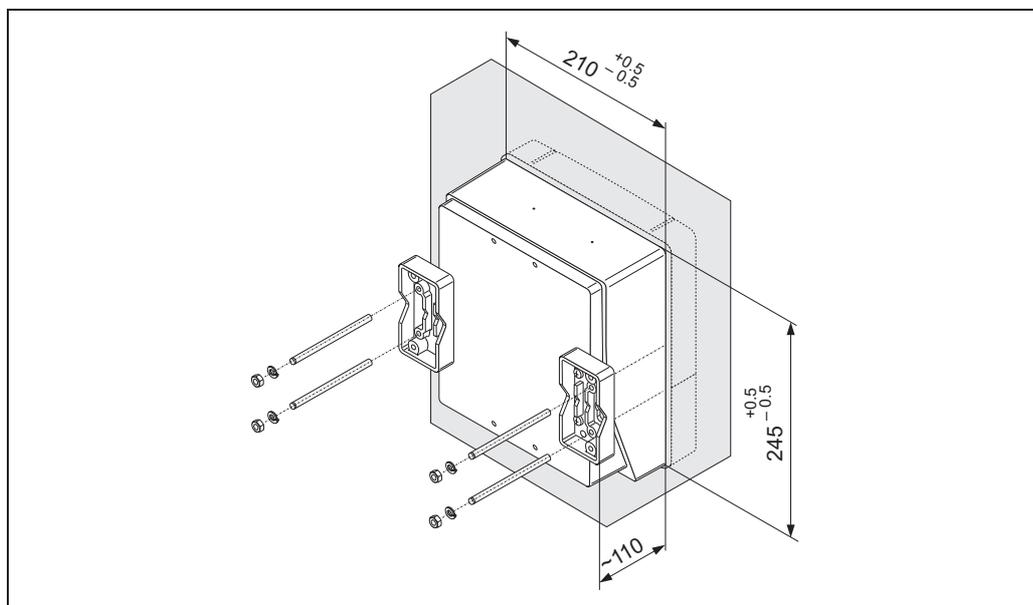

fig. 29: Montage en armoire électrique (boîtier mural)
1. Préparer l'ouverture de l'armoire électrique (Fig. 29).